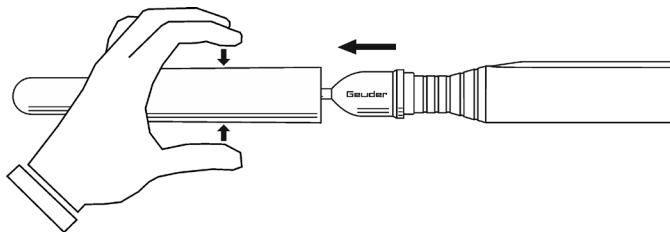

Abb. 2
- Entfernen Sie die Testvorderkammer gemäß Abb. 2 vom Ultraschallhandgriff:
- Fassen Sie die Testvorderkammer gemäß Abb. 2 und ziehen Sie diese vom Infusionsaufsatz.